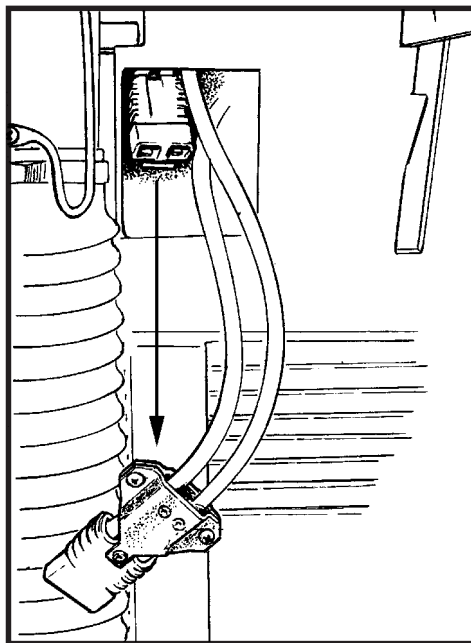

Abb. 1
1. Trennen Sie den Stecker am Ladegerät von der Verbindungsklemme an der Rückseite der Maschine. Siehe Abb.1.
2. Verbinden Sie die Verbindungsklemme von den Batterien (1) mit der Kabelverbindung des Bedienpanels. Siehe Abb.1.